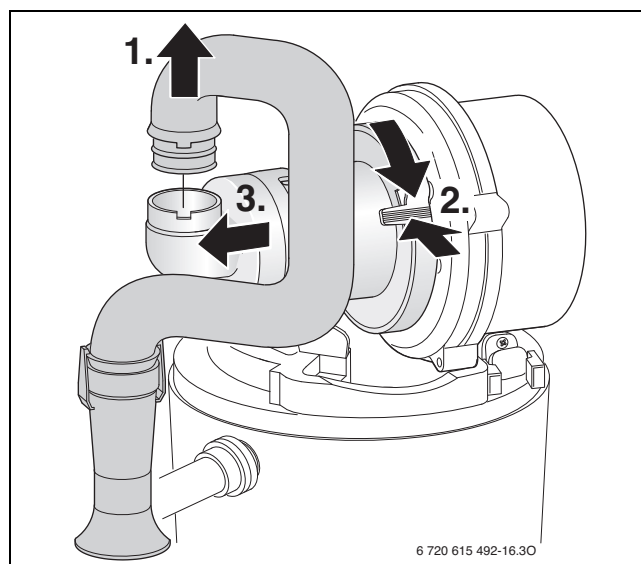

Fig. 46
- ▶ Afmontér venturi [1] efter fig. 46.